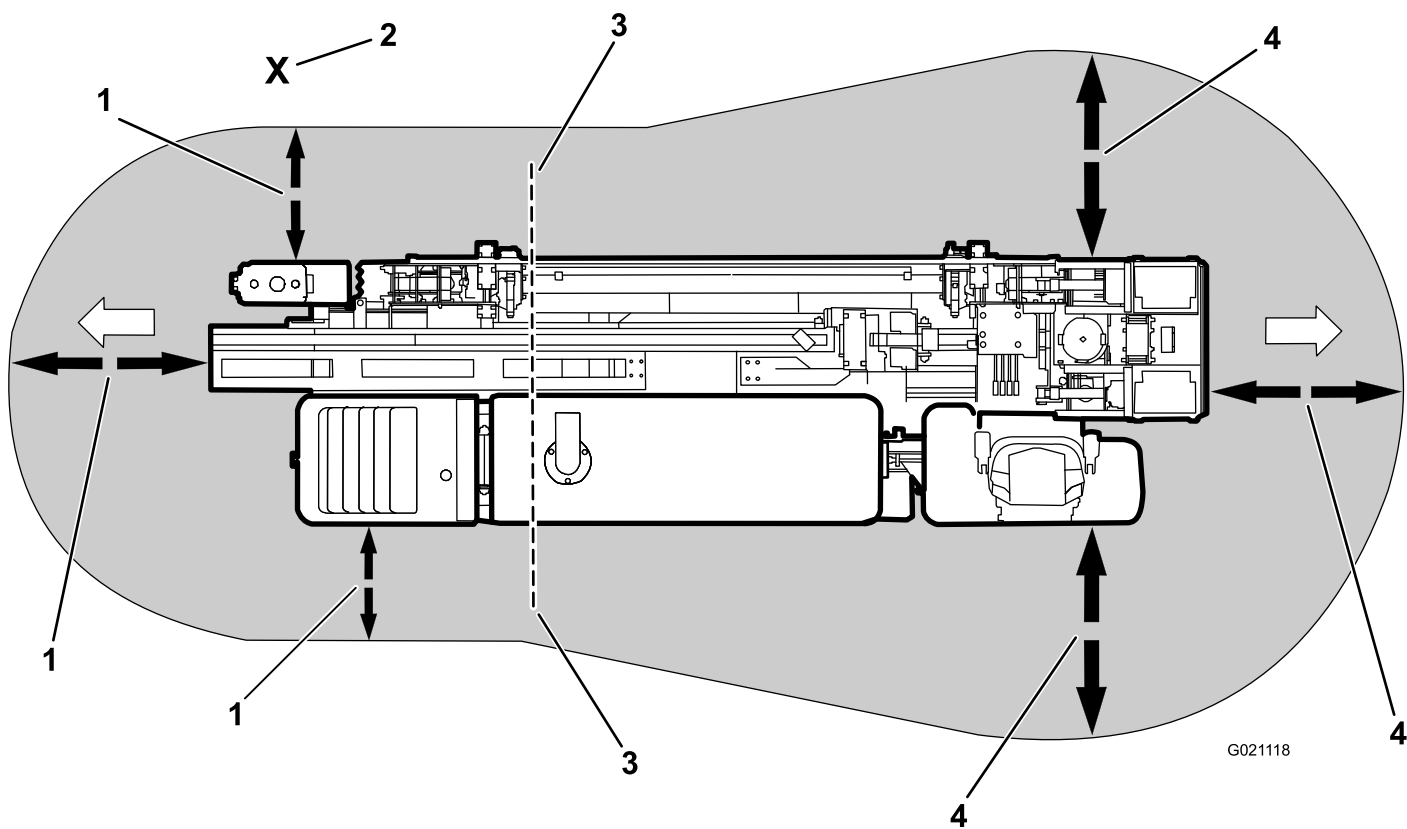

Рисунок 3
- Управляя машиной с помощью подвесного пульта дистанционного управления движением, держитесь на безопасном расстоянии от машины (). (Рисунок 3).